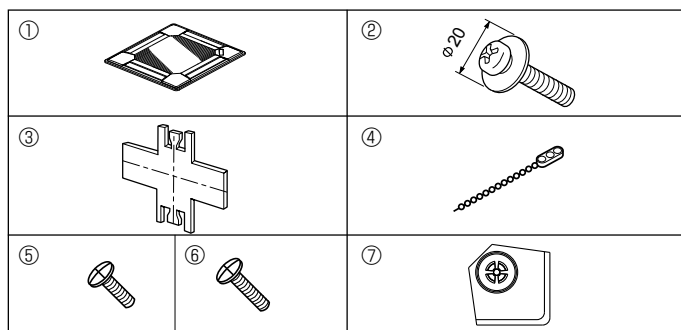

Fig. 5-1
5.1. Controllo del contenuto (Fig. 5-1)